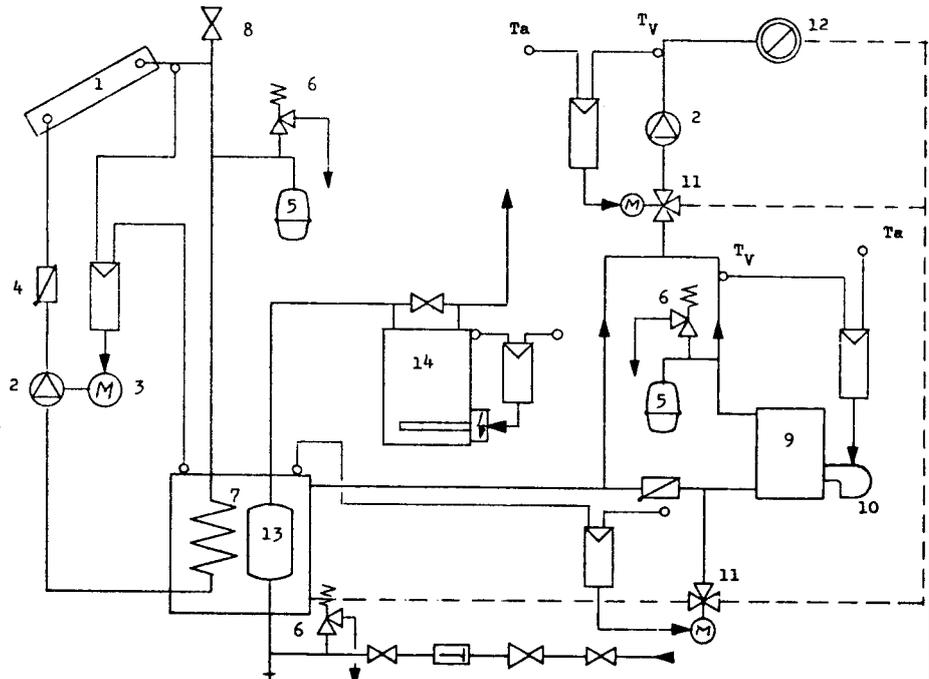

Bild 3: Verwertung der Sonnenenergie in Gebäudeheizung mit Brauchwasserbereitung (Über Durchlauferhitzer)
Will man für eine Heiz- und Brauchwasserbereitungsanlage auch die Sonnenenergie nutzen, so eignet sich beispielsweise eine Schaltung nach Bild 3. In diesem Fall ist im Wärmespeicher (7) ein Speicherbrauchwasserbereiter eingebaut, in dem das Brauchwasser entweder ganz oder teilweise erwärmt wird. Ist die gewünschte Wassertemperatur nicht erreicht, so wird das vorgewärmte Brauchwasser z.B. noch durch einen elektrisch beheizten Brauchwasserbereiter oder einen Gasdurchlauferhitzer geschickt. Auch wenn die elektrische Energie wesentlich teurer ist als Wärmeenergie aus Heizöl, so ist diese Lösung wegen des hohen Wirkungsgrades bereits vorteilhaft. Im Sommer ergeben sich auf jeden Fall hier günstigere Betriebskosten als im Falle der Brauchwasserbereitung bei Heizkesseln mit eingebauten Brauchwasserbereitern.